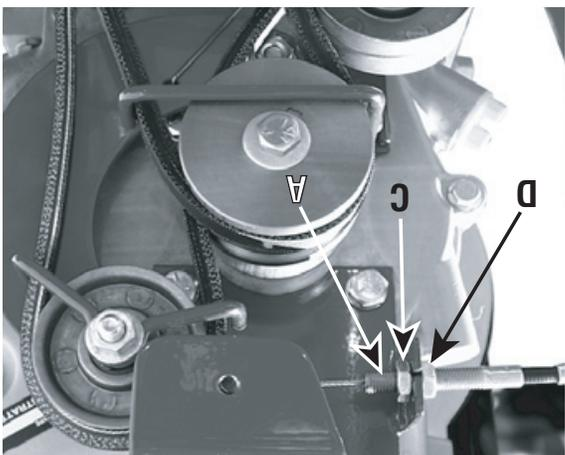

Figure 5-6: Déplacez le dispositif de réglage à fils (A) vers la gauche pour accroître la tension de la courroie.
5. Lâchez le bouton de commande de la marche arrière et dévissez l'écrou de blocage intérieur (C, Figure 5-6) d'un ou deux tours. Tirez le dispositif d'ajustement du câble filaire (A, Figure 5-6) vers la gauche jusqu'à ce que l'écrou de blocage intérieur (C) touche le support.
6. Empêchez l'écrou de blocage intérieur (C) de tourner et serrez l'écrou de blocage extérieur (D) contre le support. Empêchez l'écrou de blocage extérieur (D) de tourner et serrez l'écrou de blocage intérieur (C) contre le support.